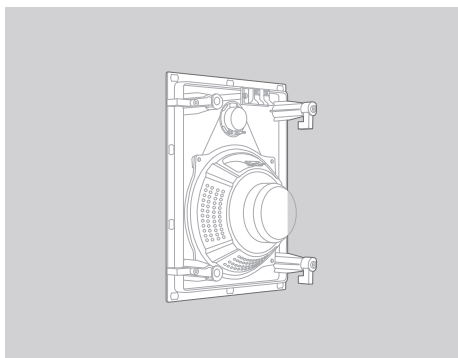

Рисунок 6
2. Протяните проводку динамика в отверстия в стене. Обязательно придерживайтесь всех местных строительных норм. Подключите проводку динамика к соответствующим разъемам. Убедитесь, что каждый провод соответствует необходимому цвету и полярности на усилителе системы. (Рисунок 6)